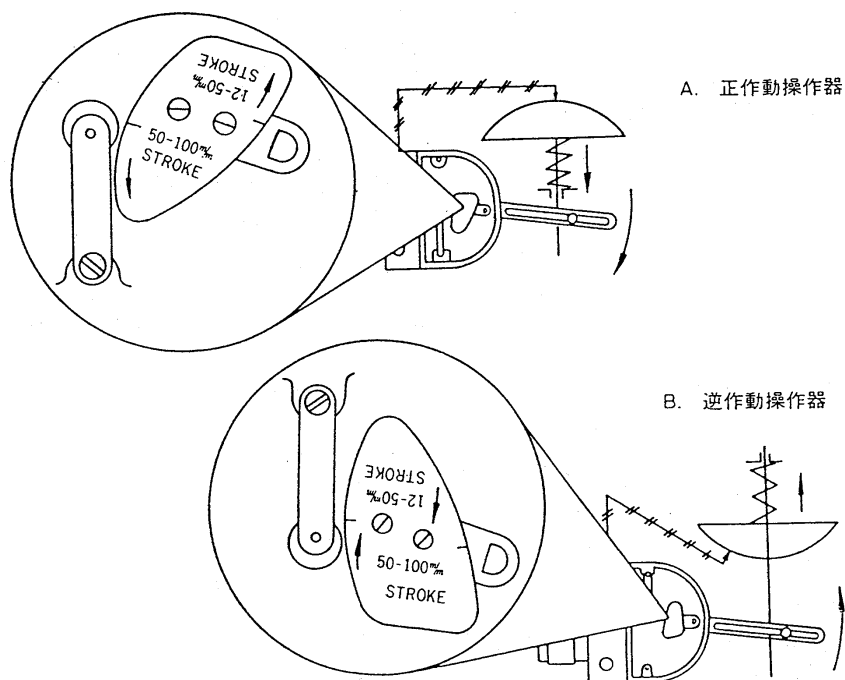

図9 カムおよびカムフォロア取付
- 【3】 所要のストロークを充たす方の曲面がカムフォロア側に来るようにしてカムを取付けます。この時カムの矢印（カムフォロア側）が信号空気圧増加の時、操作器ステムの動く方向を指すようにします。例えば（正作動ポジショナ）+（正作動操作器）の場合、信号空気圧が20kPaから100kPaに上昇すると操作器ステムが下方に動きます。この時カムの矢印（カムフォロア側）が下方を指すように取付けてください。（図9参照）